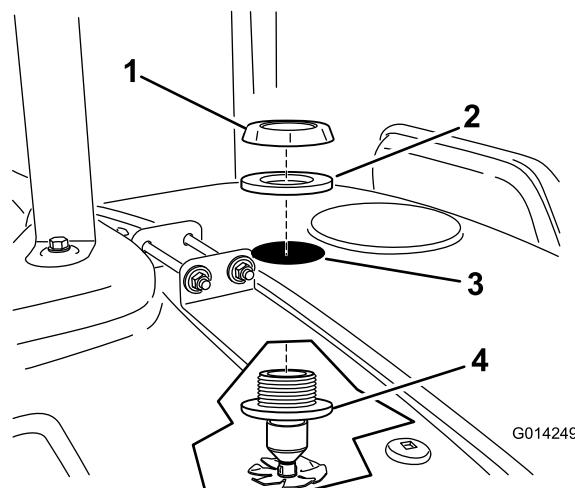

Figura 17
6. Instale un conjunto de boquilla a través del taladro perforado (Figura 17).
7. Instale la junta y la tuerca de plástico con arandela prensada sobre la rosca expuesta del conector estanco situado encima del depósito (Figura 17). Asegúrese de que la junta queda bien asentada entre la tuerca de plástico y la superficie del depósito.